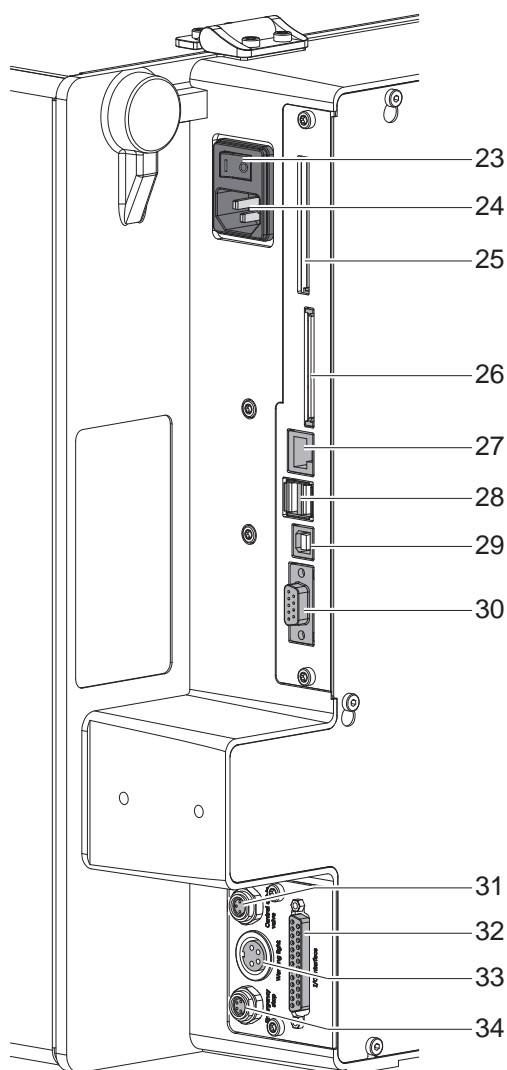

Figure 6 Connexions
Les interfaces disponibles sont décrites sur la Figure 6 page 8.
2. Insérer le câble dans la prise d'alimentation secteur (24 / Figure 6).
- Mettre l'imprimante sous tension grâce à l'interrupteur (23 / Figure 6).